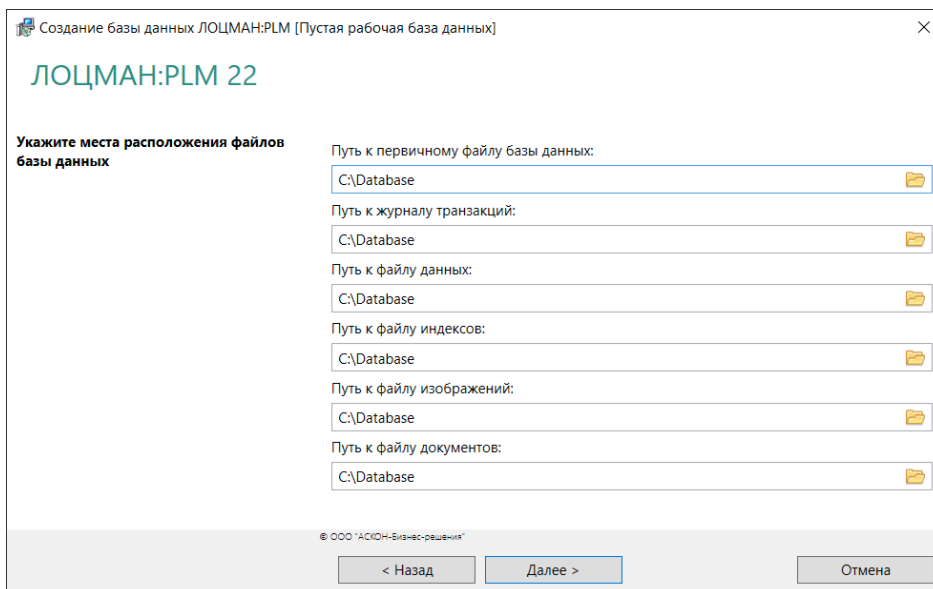

Рис. 3.10
1. Заполните поля ввода данных (рис. 3.10). Пути можно задать вручную или выбрать в стандартном диалоге Windows, который появится после нажатия кнопки **Выбрать**. После указания пути к первичному файлу базы данных, остальные поля ввода автоматически заполнятся теми же значениями. При необходимости их можно изменить.